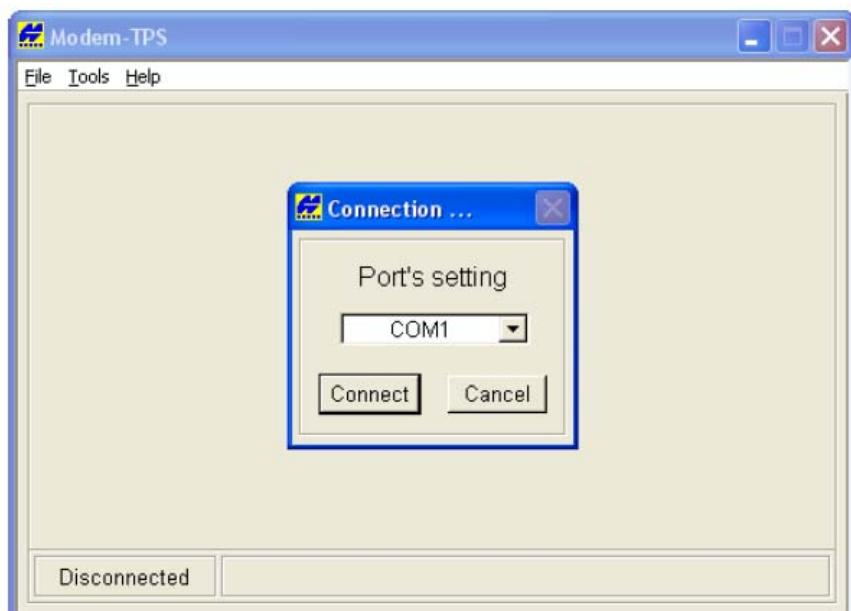

Рисунок 3-3. Подключение Modem-TPS
2. Запустите программу Modem-TPS и выберите последовательный (COM) порт подключения приемника (см. рис. 3-3). Щелкните на кнопке *Connect* (*Соединить*).